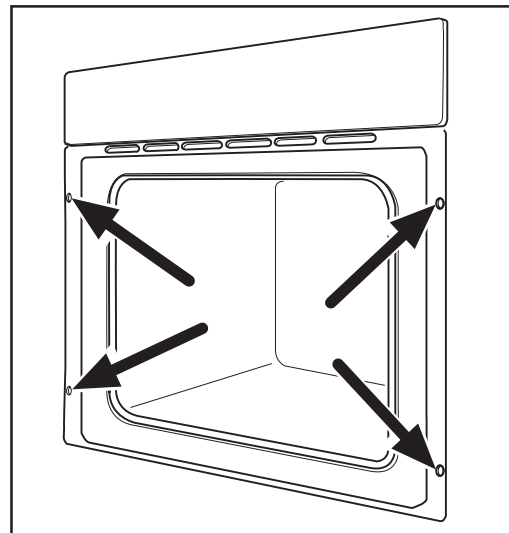

Рис. 14
- Откройте дверцу духового шкафа и прикрепите духовой шкаф к кухонной мебели с помощью четырех шурупов, пропустив их через отверстия в его раме (Рис. 14).